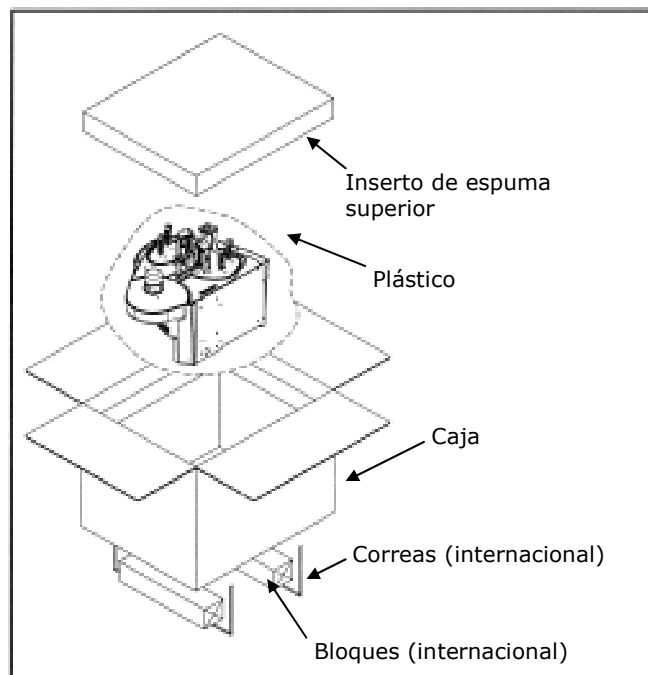

Figura 2. Caja
2. Remueva el inserto superior (Véase Figura 2).